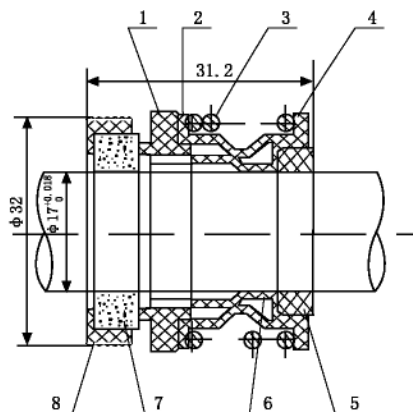

Рис. 3 Уплотнительное кольцо
- (7) Для насоса высокого давления расстояние между рабочим колесом и регулятором — 1 мм; при демонтаже или установке его можно отрегулировать путём добавления или снятия прокладки на длинном винте вала.
(8) При замене механического уплотнения установите комплект глушителя шума (7, 8) в крышку насоса, комплект подвижного кольца (1–6) — в дизельный выходной вал. При установке не ударяйте сильно, чтобы не повредить шлифовку. См. рис. 3.